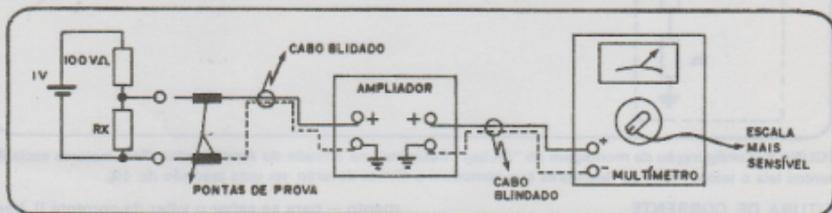

FIGURA 8: Configuração da montagem para calibração do "Amplificador de Escala".
2) A figura 8 ilustra o arranjo que deve ser feito para a calibração do aparelho. A tensão contínua de 1 V pode ser fornecida tanto por uma fonte de alimentação de tensão ajustável ou então, para aqueles que não a possuem, por uma pilha comum (tipo lapiseira). "Lembrem-se que estas pilhas depois de gastas nunca fornecem uma tensão de 1,5 V em seus terminais, portanto é fácil conseguir a tensão de 1,0 V". Basta para isto pegar uma pilha nova e ir gastando-a gradativamente, colocando seus polos em curto, até atingir 1,0 V.
a) Inicialmente acople a entrada do multímetro a saída do amplificador, tomando o cuidado para não inverter a polaridade dos terminais de entrada e saída dos instrumentos (vide figura 8).
d) Conecte agora a entrada do amplificador (pontas de prova) às saídas do divisor resistivo, como mostra a figura 8, e ajuste P2 para que a agulha do multímetro sofra deflexão máxima, no nosso exemplo inicial seria 0,25 V.